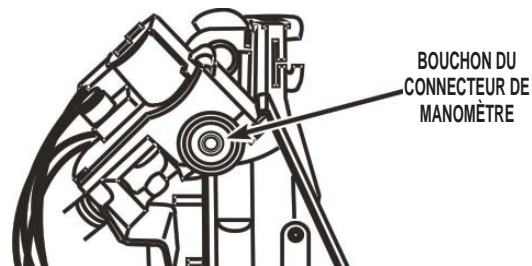

FIGURE 9
1. Ôter le bouchon à l'emplacement d'installation du connecteur de manomètre sur l'électrovanne. Voir *Figure 9*.